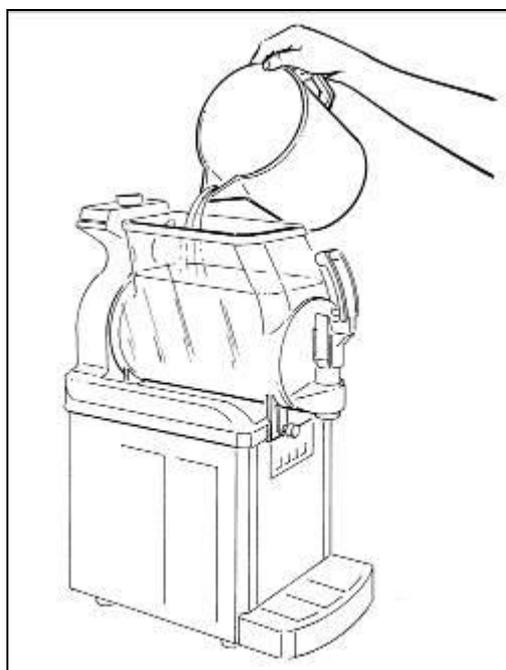

Abb. 23
- Das Produkt in die Wanne geben (siehe Abb. 23).